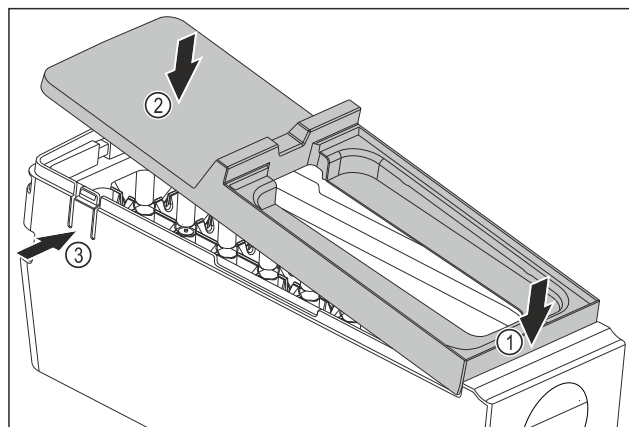

Fig. 123
- Встановіть кришку корпусу EasyTwist-Ice: Прикріпіть кришку спереду. Fig. 123 (1)
- Опустіть кришку ззаду. Fig. 123 (2)
- Кришка зі звуком фіксується в обох виступах Fig. 123 (3).